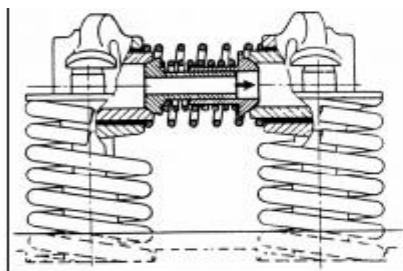

РИС. 64
- 3) Прочистите и соберите соединительную муфту с их пружиной и пружиной коромысла между двумя осями, используя клещи 312 589 02 61. Вставляя соединительную муфту, убедитесь, что больший конец муфты расположен в направлении задней части, чтобы обеспечить свободный поток масла (рис.64).